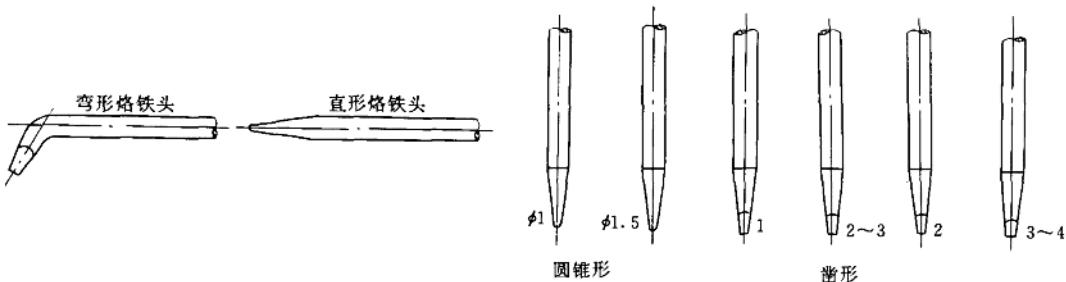

图 2-11 各种形状的烙铁头
3) 烙铁头 烙铁头的形状有多种,如图 2-11 所示。可根据不同的用途适当选用或整形。良好的烙铁头应表面平整、光亮,上锡良好。烙铁头经长时间使用后表面会受到焊剂和焊料的侵蚀,造成高低不平,影响焊接质量,这就需要用锉刀修平,重新上锡。